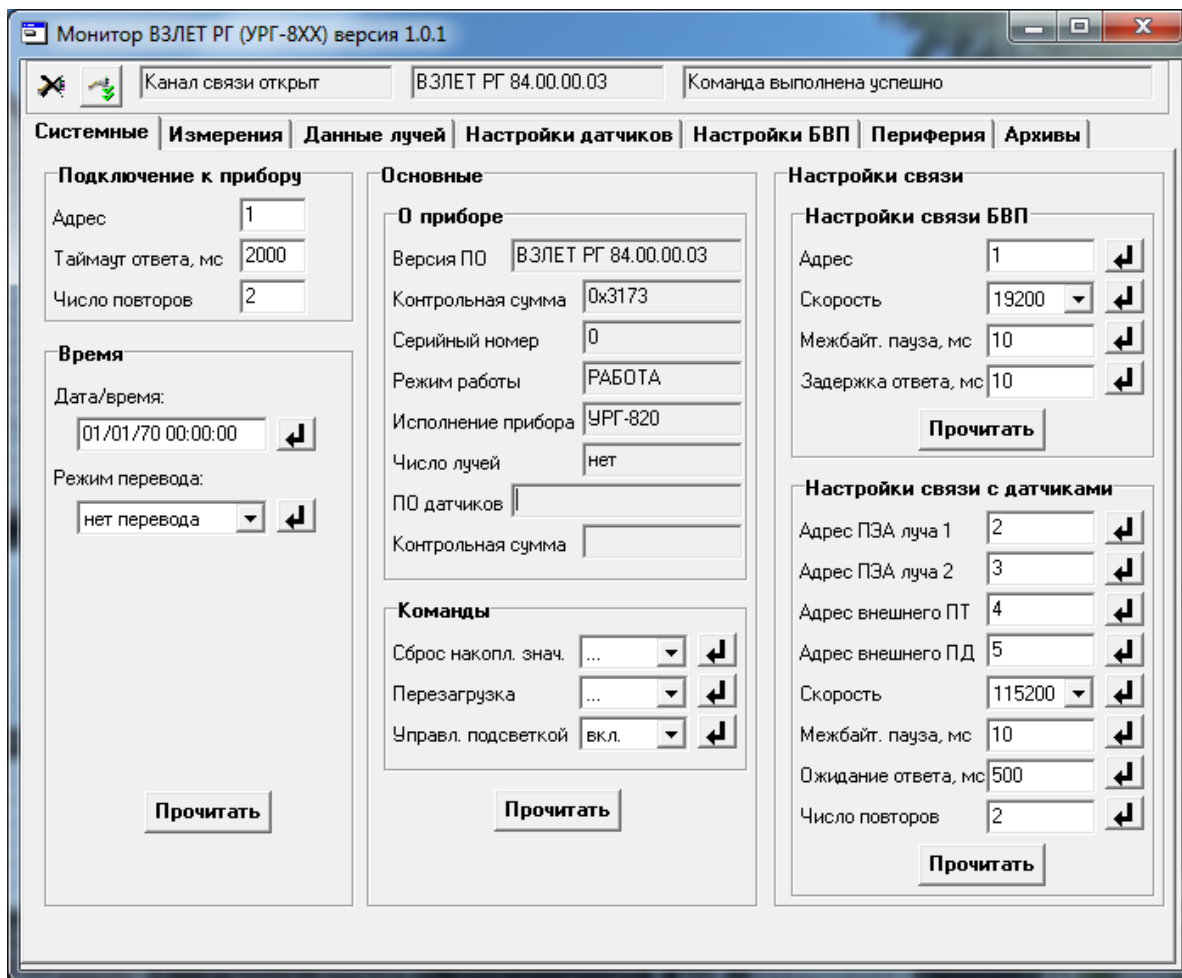

Рисунок 16 - Основное окно программы после установления связи с расходомером.
6.1.3 После настройки параметров связи нажать кнопку , в командной строке появятся сообщения: «**Канал связи открыт**», «**Команда выполнена успешно**» и номер программного обеспечения расходомера (см. рисунок 16), а кнопка включения изменит свой вид: .